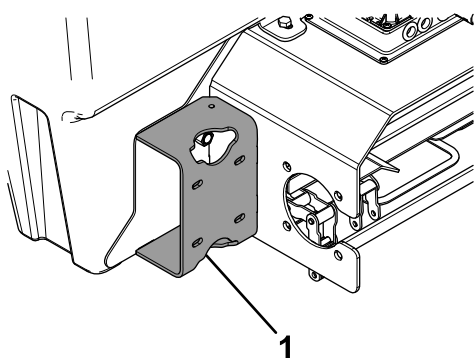

Figura 18
15. Recorte la placa en la que estaba montada la caja de engranajes (Figura 18).